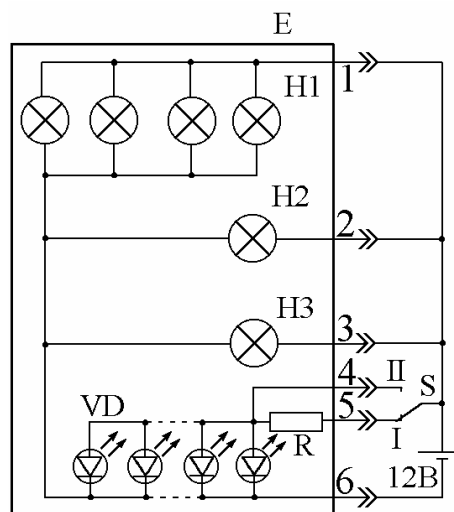

Рис. 13. Проверка работоспособности заднего фонаря.
4.7.3.3. К штекерам соединительной колодки фонаря подключить питание от аккумуляторной батареи, как показано на рис. 13.